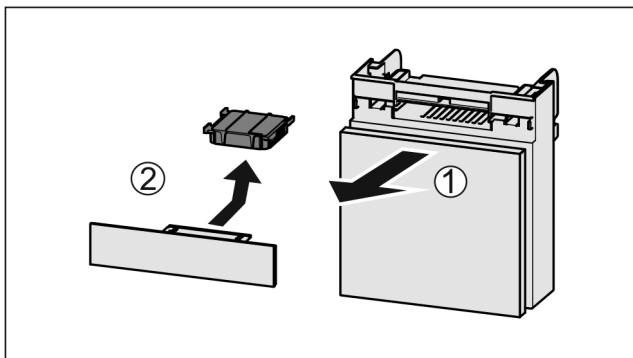

Fig. 131
- ▶ Издърпайте Fig. 131 (1) напред отделението.
- ▶ Извадете Fig. 131 (2) филтъра с активен въглен.